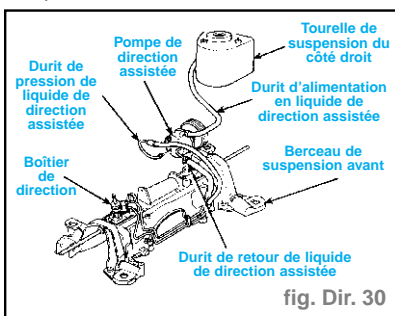

fig. Dir. 30
- Déposer la durit d'alimentation de liquide de direction assistée provenant du réservoir de liquide à distance, à partir du raccord placé sur la pompe de direction assistée (fig. Dir. 30). Vidanger l'excès de liquide de direction assistée depuis la durit.
- Poser la durit d'alimentation de liquide de direction assistée provenant du réservoir de liquide de direction assistée, sur le raccord de liquide de pompe de direction assistée. La durit doit être écartée de la courroie d'entraînement des accessoires et tous les colliers de durit doivent être reposés correctement. (fig. Dir. 30)